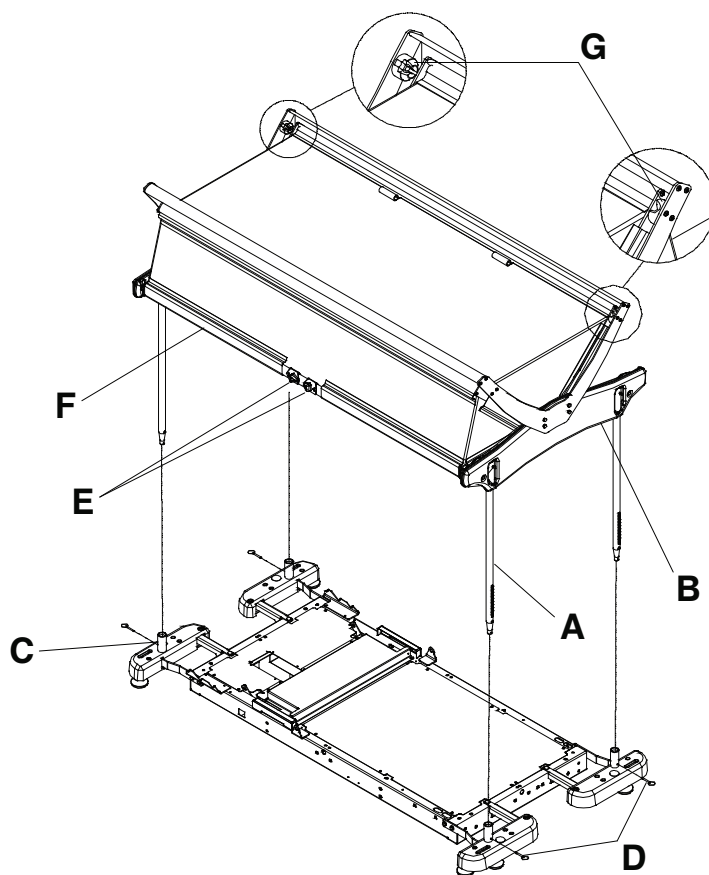

Figura 18 – Tampa protetora com suportes
1. Pressione o pino de bloqueio situado na secção superior de cada poste (A). Introduza o poste na ranhura da estrutura de plástico (B) (Figura 18). Repita para os outros postes.
2. Instale os quatro postes nos encaixes dos suportes de acessórios (C) (Figura 18).
3. Utilizando uma chave combinada de 9/16 pol., bloqueie os postes nos encaixes dos suportes de acessórios com os quatro pinos de engate (D) (Figura 18).
1. Para abrir parcialmente a tampa protetora, aperte os dois botões de libertação (E) e levante a grade inferior (F) até os pontos de ancoragem estejam ultrapassados (G) (Figura 18). Solte os botões e baixe a grade até que esta assente nos pontos de ancoragem.
2. Para abrir completamente a tampa protetora, aperte os dois botões de libertação (E) e levante a grade inferior (F) até à altura máxima e liberte os botões (Figura 18).
3. Para fechar uma tampa protetora parcialmente aberta, levante a grade inferior (F) dos pontos de ancoragem (G) e aperte os dois botões de libertação (E) enquanto baixa a grade para a posição fechada (Figura 18). Solte os botões.
4. Para fechar uma tampa protetora completamente aberta, aperte os dois botões de libertação (E) e baixe a grade inferior (F) para a posição fechada (Figura 18). Solte os botões.